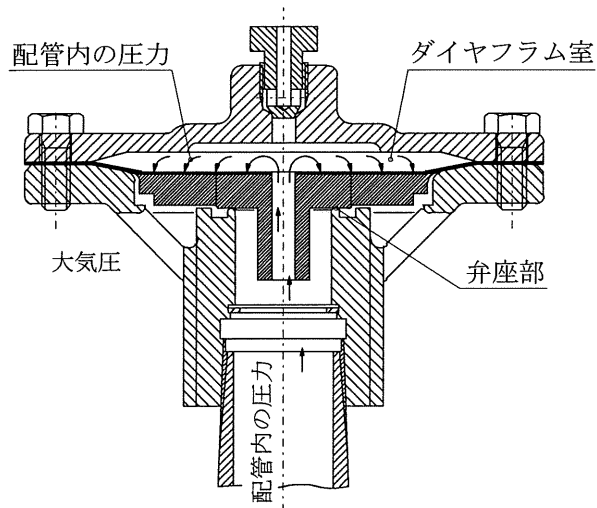

図3 閉弁状態
- (1) 通水前の取り付け状態では、ダイアフラム弁体(4)の自重により、弁座部は図3の状態に閉止しています。